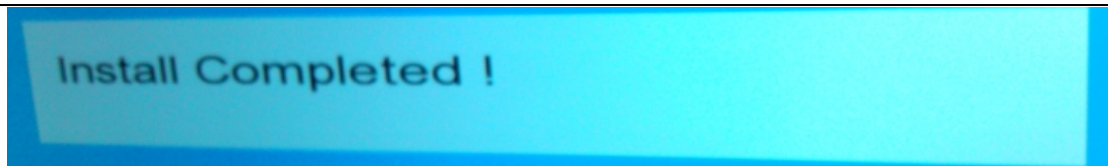

图 3
NCP1251 芯片是一个 AC-DC 电源管理芯片，主要应用在 LED 背光源电视的电源板电源供电电路和待机控制电路中。其引脚少（只有 6 个引脚，如图 3）、体积小、待机功耗小、可靠性较高，在 LED 电视的电源板中有较多的应用。
4. 等待一段时间, 电视机完成升级, 会弹出如下菜单的提示 (如图 3), 此时请勿操作遥控器, 等待电视机自动重启。升级过程大约需要 1 分 30 秒。